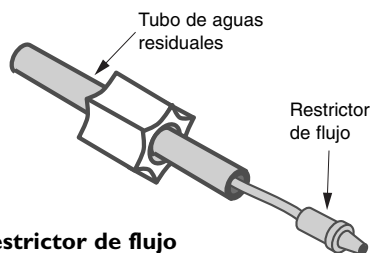

Figura 10: Restrictor de flujo
4. Saque y deseche el restrictor de flujo del extremo del tubo negro (ver Figura 10).